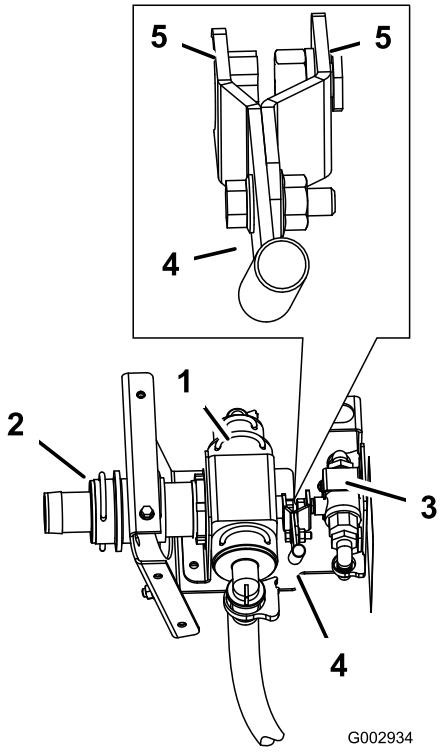

Figura 41
- Collegate l'estremità del gruppo leva sul gruppo valvola a sfera piccola, al gruppo valvola di comando (Figura 41).